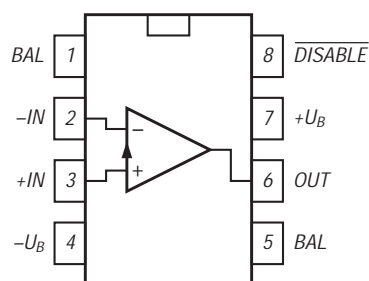

Bild 1: Anschlußbelegung des Video-Operationsverstärkers
Bild 1 zeigt eine attraktive Zusatzschaltung für einfache Impulsgeneratoren. Sie gestattet es, unabhängig von der Frequenz, acht verschiedene Tastverhältnisse einzustellen. An dieser Stelle sei darauf hingewiesen, daß das Tastverhältnis der Quotient aus Impulsbreite und Wiederholzeit ist. Im Bild ist das Impuls-Pause-Verhältnis angegeben. Einem Tastverhältnis von 0,5 entspricht ein Impuls-Pause-Verhältnis von 1 (:1). Höhere Werte sind mit dieser Schaltung nicht möglich, wenn man den Ausgang Q nutzt.
Damit ergibt sich meine in Bild 1 dargestellte Konfiguration, wobei das Vorhandensein eines geeigneten Stehwellen-
Bild 1: Prinzip der Zusammenschaltung der Anordnung zur SWR-Messung und -Anzeige: links der vorhandene SWR-Meßkopf, es folgt die Meßleiterplatte mit MP1, rechts die Anzeigebaugruppe mit Controller (MP2) und LCD-Modul. Bei der Anzeige sind eine dreistellige SWR-Anzeige (12,3), Leerstelle, dreistellige Anzeige U_{rel} (210) dargestellt.